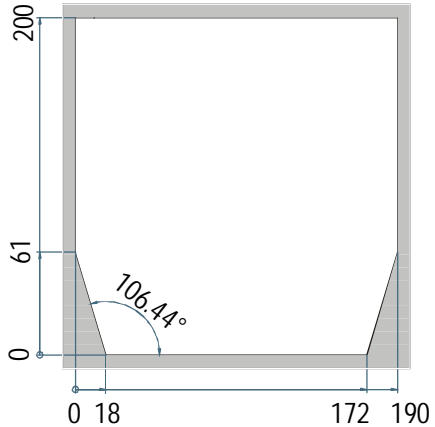
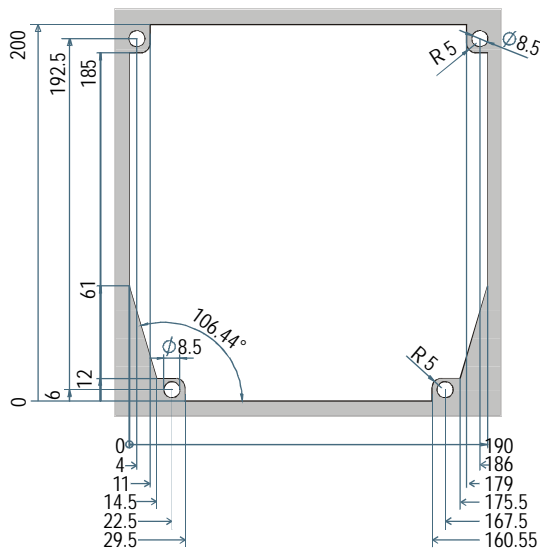

Fig. 4
Fig. 5
1. Vágjon egy nyílást a panelen a Fig. 4 és Fig. 5 ábrákon megadott méretek alapján.